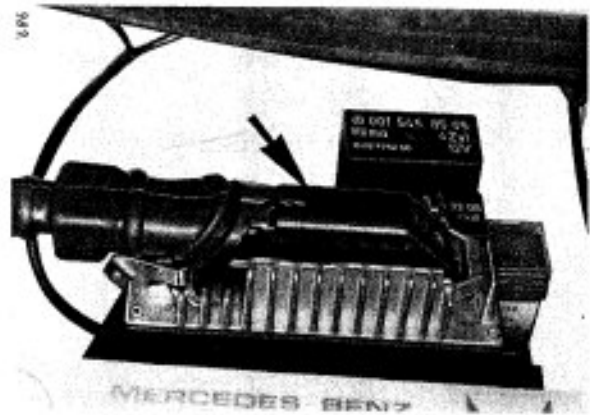

Bild 39
- Kupplungsstecker (Pfeil) Bild 39 am Steuergerät abziehen (im Aggregaterraum in Fahrtrichtung rechts).